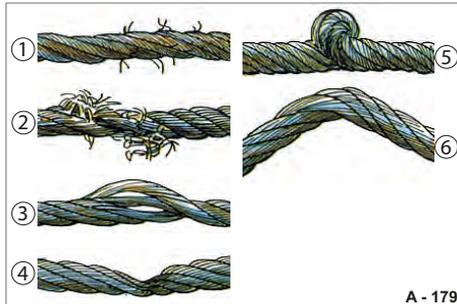

Abb. 226 Seilschäden
- ▶ Das ausgewickelte Seil auf mögliche Schäden (Abb. 226/1-6) prüfen.